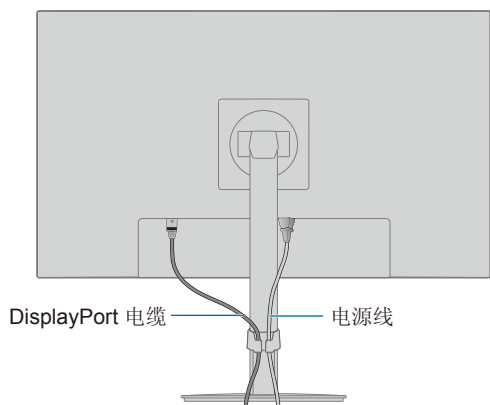

图 5
4. 请确认您在安装电缆后仍然可以旋转、升高和降低显示器屏幕（图 5 和图 6）。